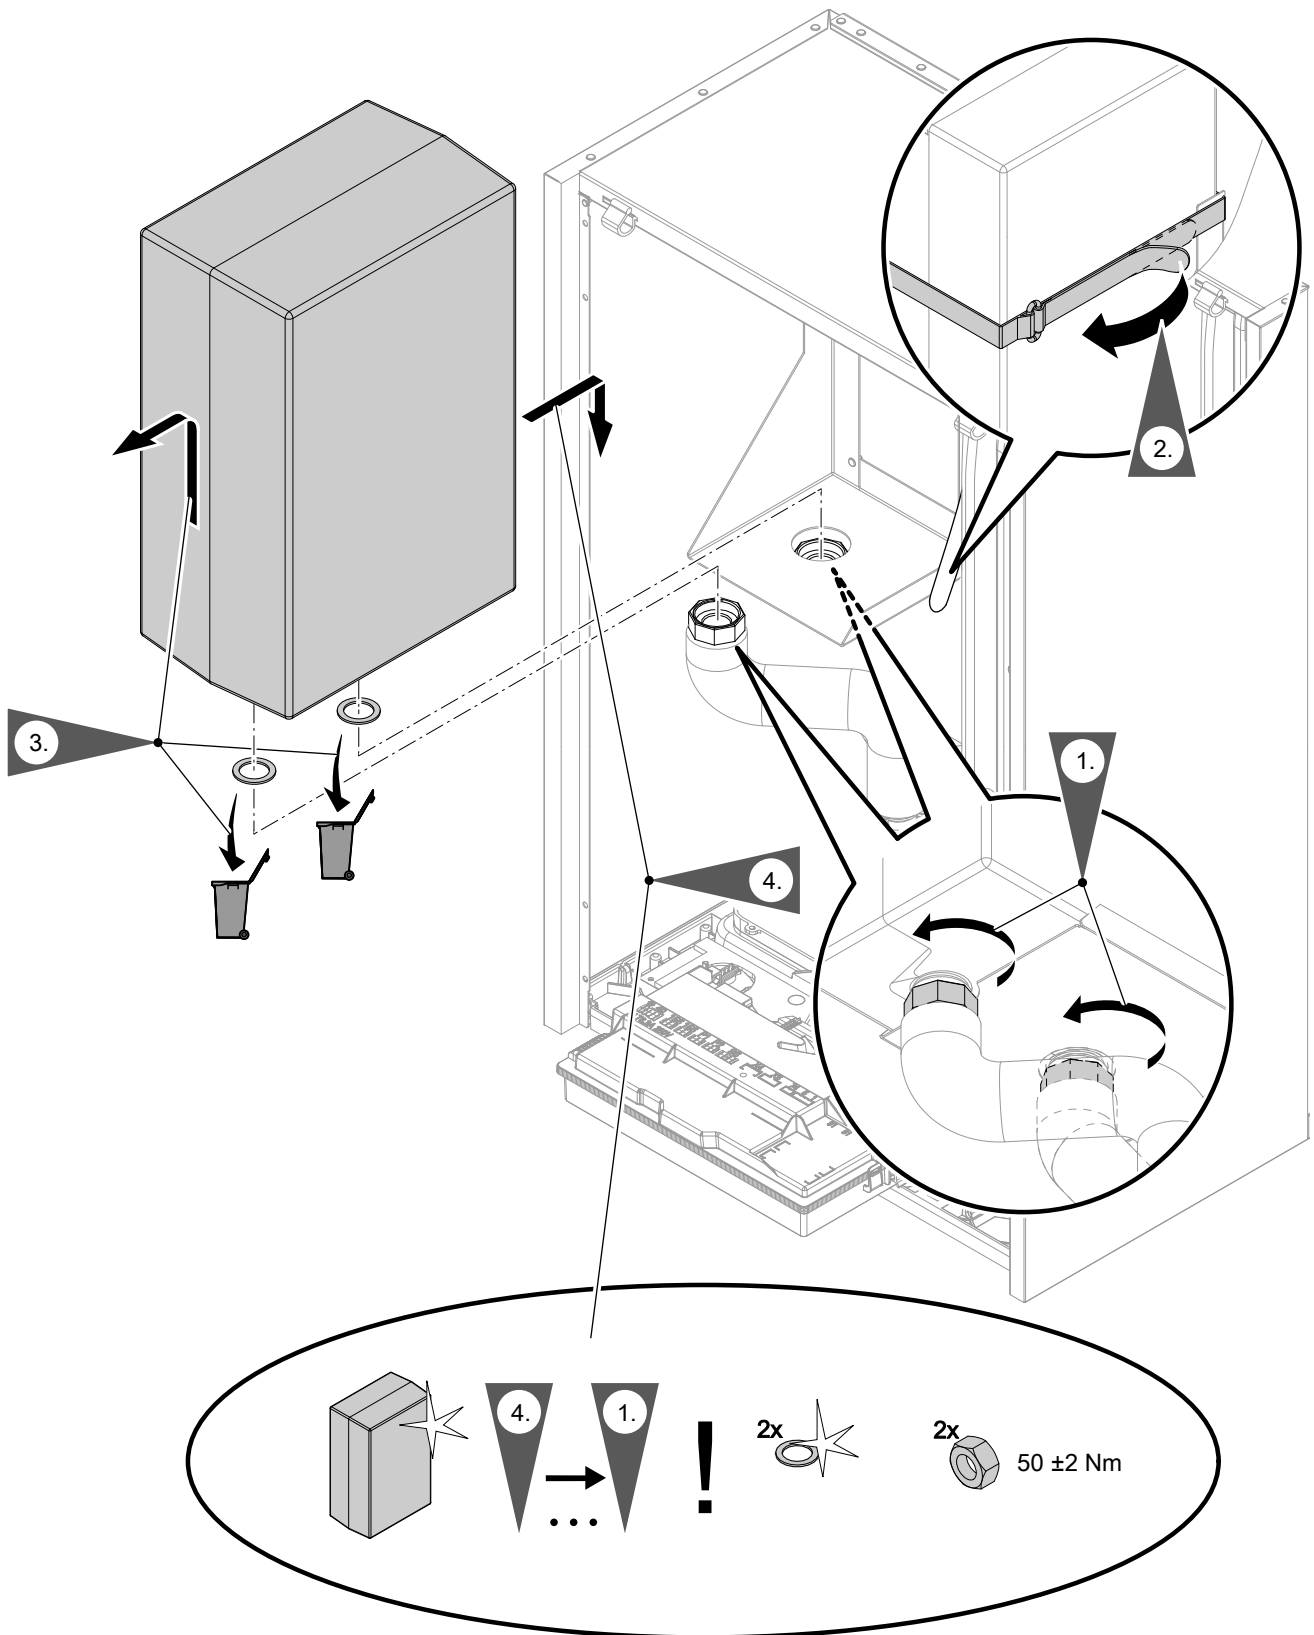

Abb. 86
- Integrierter Pufferspeicher: Siehe Abb. 86.